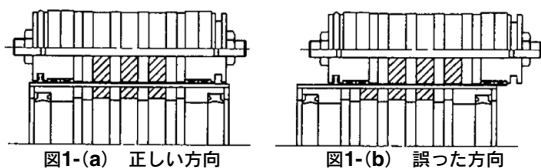

図1 移動子の方向性
- ① シリンダチューブより外部移動子、またはピストン移動子を取外すときは強制的に外部移動子とピストン移動子の位置関係をずらし保持力をなくした状態で取出してください。そのまま取りますと直接マグネットが吸引しあいはずれなくなる恐れがあります。
- ② 上記の作業後、各移動子がはなれた状態で六角穴付ボルト(プレートA側)をはずすことによりシリンダチューブ、およびガイドシャフトA、BよりプレートAを外してください。(交換作業(パッキンなど)では、その他の部分は分解しないでください。エア漏れなどの原因となります。)
- ③ マグネット構成部(ピストン移動子、外部移動子)は絶対分解しないでください。保持力の低下、不具合発生の原因となります。
- ④ ピストン移動子と外部移動子は方向性(φ6、φ10および保持力Lタイプ)があります。図1を参照してください。外部移動子(スライドブロック)とピストン移動子を吸引させて図1-(a)の位置関係になるようにシリンダチューブに挿入します。(b)のようになったときは、ピストンのみ180°反転して挿入します。